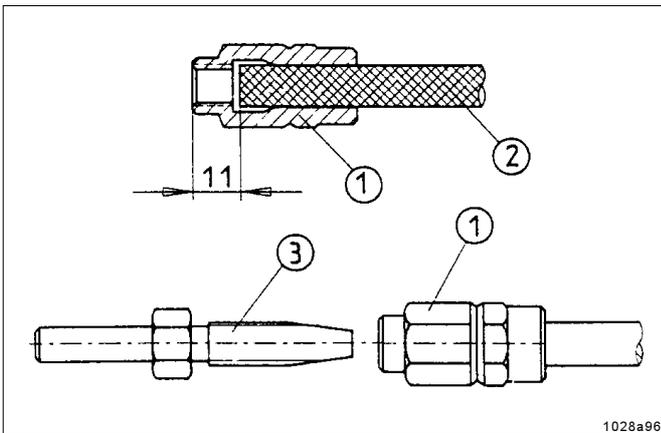

Abb.30: Vormontage der Schraubhülsen und Schlauchstutzen auf dem Hochdruckkunststoffschlauch
- Schraubhülse 1, Abb. 30, linksdrehend auf den Hochdruckkunststoffschlauch 2 drehen, bis das gezeigte Maß von 11mm erreicht ist. Danach den Schlauchstutzen 3 in die Schraubhülse 1 einschrauben.